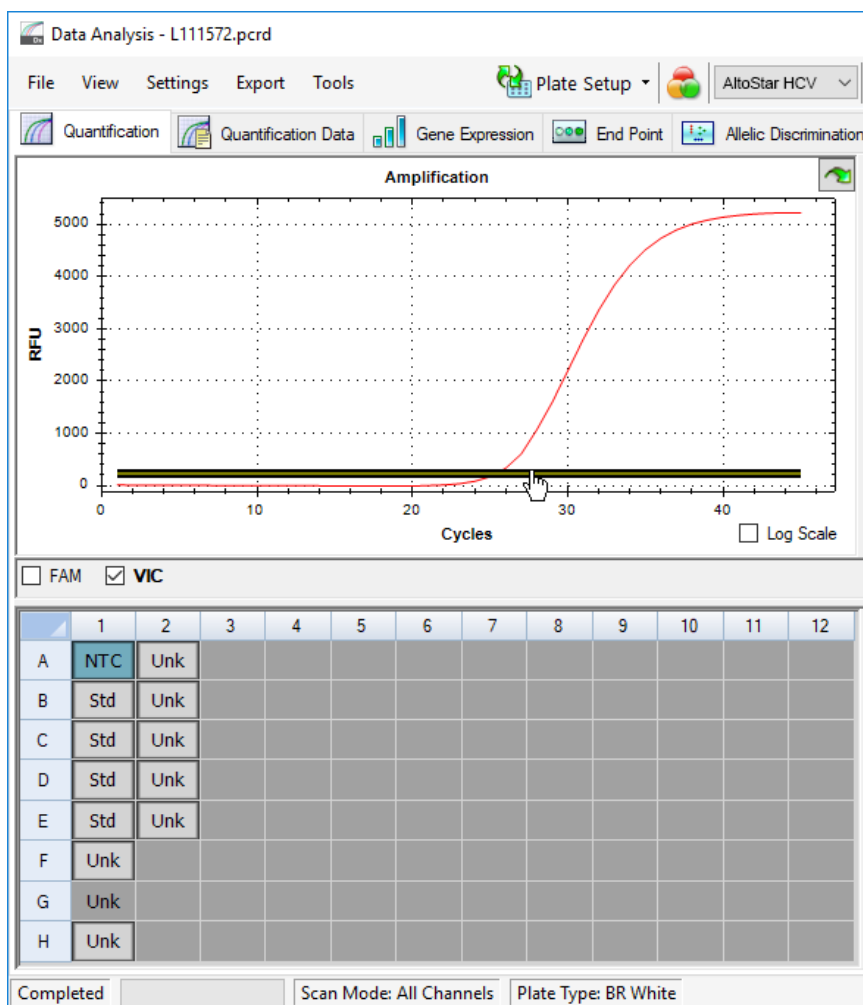

Figura 9: Ventana Data Analysis (análisis de datos): configuración del umbral VIC™
- En la parte izquierda de la ventana Data Analysis (análisis de datos) marque únicamente la casilla de verificación **VIC** para el canal de detección del IC (consulte la figura 9).
3. Seleccione únicamente el pocillo de NTC en la vista de placa de la ventana Data Analysis (análisis de datos) (consulte la figura 9).
4. Arrastre el umbral hasta el área exponencial de la señal de NTC (consulte la figura 9).